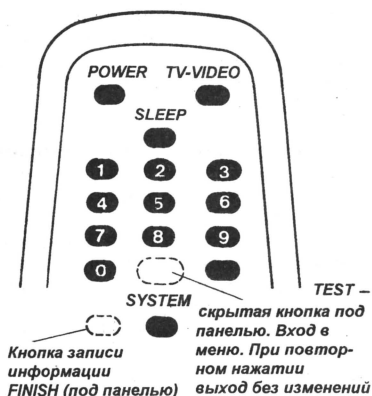

Рис. 1
Вопрос относится к моделям **AIWA: TV-C142, TV-A215**. В статье было указано, что для входа в сервисный режим необходимо нажать на специальную скрытую кнопку TEST на пульте RC-6VT06 (86-LB4-951-010). Она расположена под фальшпанелью между кнопками “8” и SYSTEM так, как показано на рис. 1.
5. Нажмите на кнопку DISPLAY, а затем — на кнопку FINISH, скрытую под фальшпанелью (см. рис. 1). После появления на несколько секунд сообщения INITIAL на экране питание автоматически выключится.